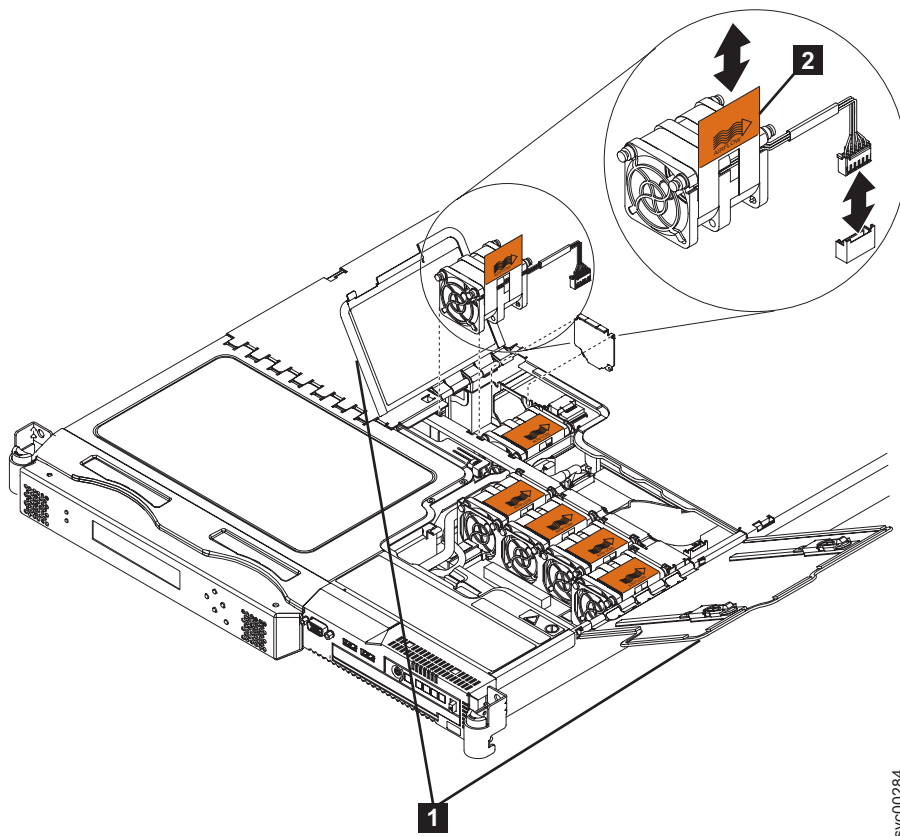

図 178. SAN ボリューム・コントローラー 2145-8G4 ファン・ドア、ロケーション、およびコネクタ
2. ノードを前方にスライドさせて、ファン・ドア (528 ページの図 178 の **1**) にアクセスします。
5. 障害のあるファンのオレンジ色のタブ (図 178 の **2**) を引き出して、ノードからファンを持ち上げます。